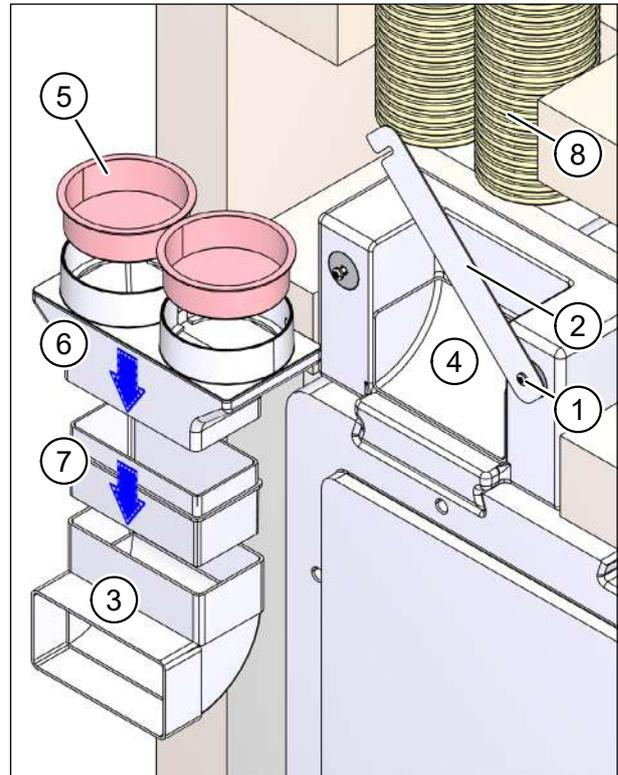

Abb. 29: Flexrohr-Verbindungsstücke zusammensetzen und Flexrohre ablängen
- ▶ Lockern Sie die beiden Kreuzschlitzschrauben (Pos. 1 in Abb. 29) und klappen Sie den Riegel (Pos. 2 in Abb. 29) nach oben.
- ▶ Nehmen Sie den Flachkanal-Winkel (Pos. 3 in Abb. 29) aus dem Kanalanschlussadapter (Pos. 4 in Abb. 29).
- ▶ Entfernen Sie die roten Schutzdeckel (Pos. 5 in Abb. 29) auf dem Flexrohradapter (Pos. 6 in Abb. 29) M-WRG-FRA75 (Art.-Nr. 5056-00/75).
- ▶ Setzen Sie den Formstückadapter M-WRG-FSA lang, Art.-Nr. 5375-00 (Pos. 7 in Abb. 29), in den Flachkanal-Winkel (Pos. 3 in Abb. 29) ein.
Achten Sie darauf, dass Sie den Formstückadapter so einsetzen, dass die kurze Seite nach oben zeigt (siehe Pos. 7 in Abb. 29).
- ▶ Setzen Sie den Flexrohradapter (Pos. 6 in Abb. 29) auf den Formstückadapter (Pos. 7 in Abb. 29) auf und dichten Sie die Verbindungsstelle mit einer Lage Dichtband von 30 mm Breite ab.
- ▶ Setzen Sie die zusammengesetzten Flexrohr-Verbindungsstücke (Pos. 3, 6 und 7 in Abb. 29) probeweise in den Kanalanschlussadapter (Pos. 4 in Abb. 29) ein.
- ▶ Kürzen Sie die Flexrohre (Pos. 8 in Abb. 29) so weit, dass sich diese in den Flexrohradapter (Pos. 6 in Abb. 29) einsetzen lassen.